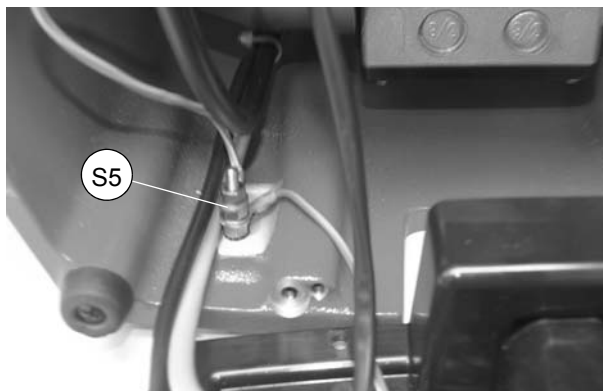

Fig. 34
- 8) Conecte os 4 conectores (S2) (fig. 30) ao interruptor de arranque do motor e fixe o cabo de ligação à terra no seu parafuso com a porca (S5) (fig. 34).